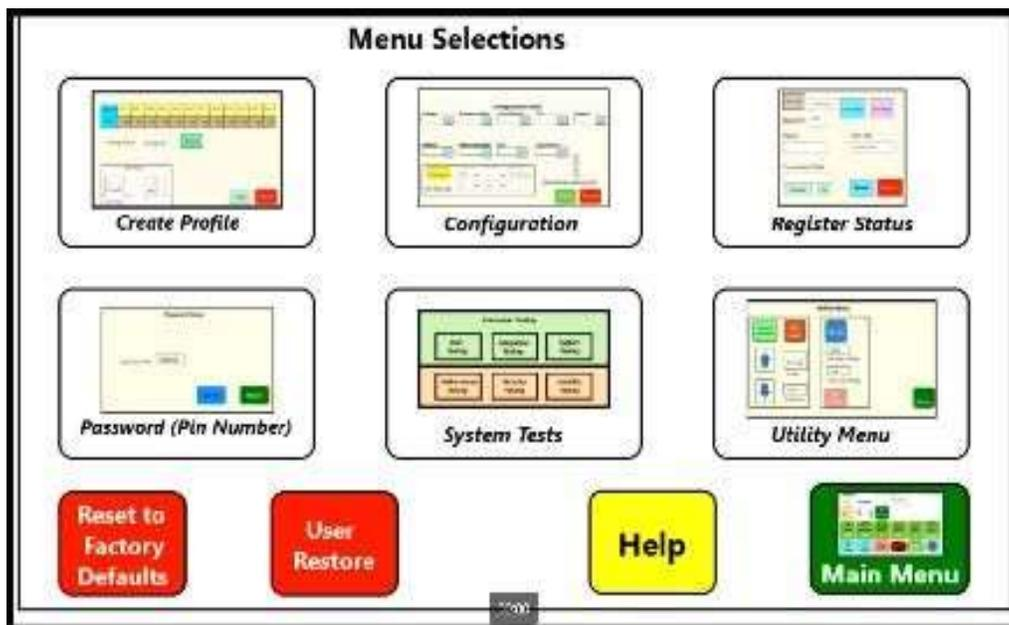

図 85
- 2 パスワード (Pin Number : ピン番号) にタッチします (図 85)。
- 11 (Done : 完了) を押します (図 85)。
- 12 メイン メニュー ボタンを押します (図 85)。
- 9 メインメニュー ボタンを押します (図 85)。